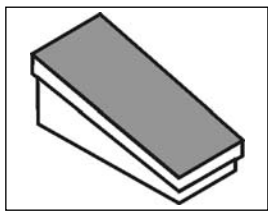

Fig. 7
2.2.3 Comando à distância com pedal RC12 para soldadura MMA e TIG (Fig. 7)